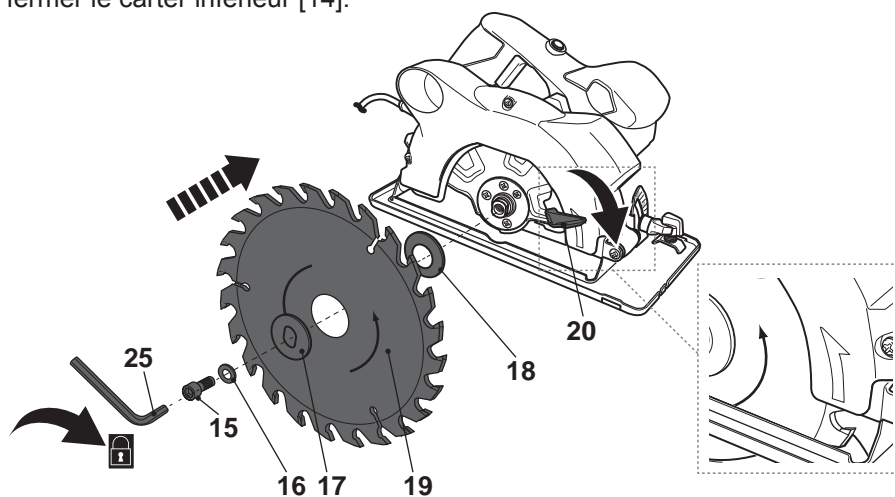

Fig. 2
- > Ouvrez complètement le carter inférieur [14] en poussant le levier de retrait [20] vers l'avant puis, maintenez cette position pendant l'installation de la lame de scie [19] sur la broche. Assurez-vous que le sens de rotation indiqué sur la lame est identique à celui qui figure sur le carter de l'outil (Fig. 2).
- > Bien fixer la lame de scie [19] avec la bride de verrouillage [17], la rondelle [16] et la vis de fixation [15]. Serrer la vis de fixation [15] en tournant dans le sens des aiguilles d'une montre à l'aide de la clé hexagonale [25] (Fig. 2).